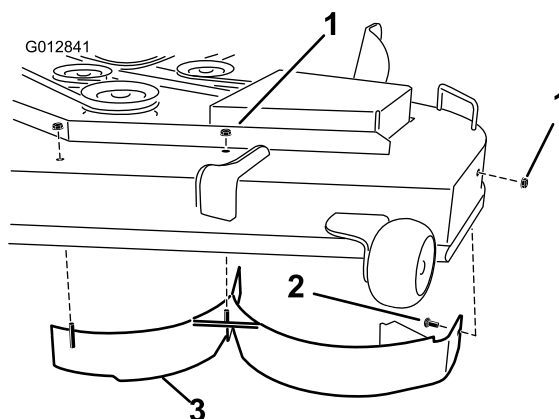

Figura 28
5. Rimuovete i 2 dadi di bloccaggio (5/16") fissati sui perni saldati del deflettore sinistro in posizione centrale e a sinistra del centro sulla parte superiore del piatto di taglio (Figura 28).
7. Staccate il deflettore sinistro dal piatto di taglio come illustrato nella Figura 28.